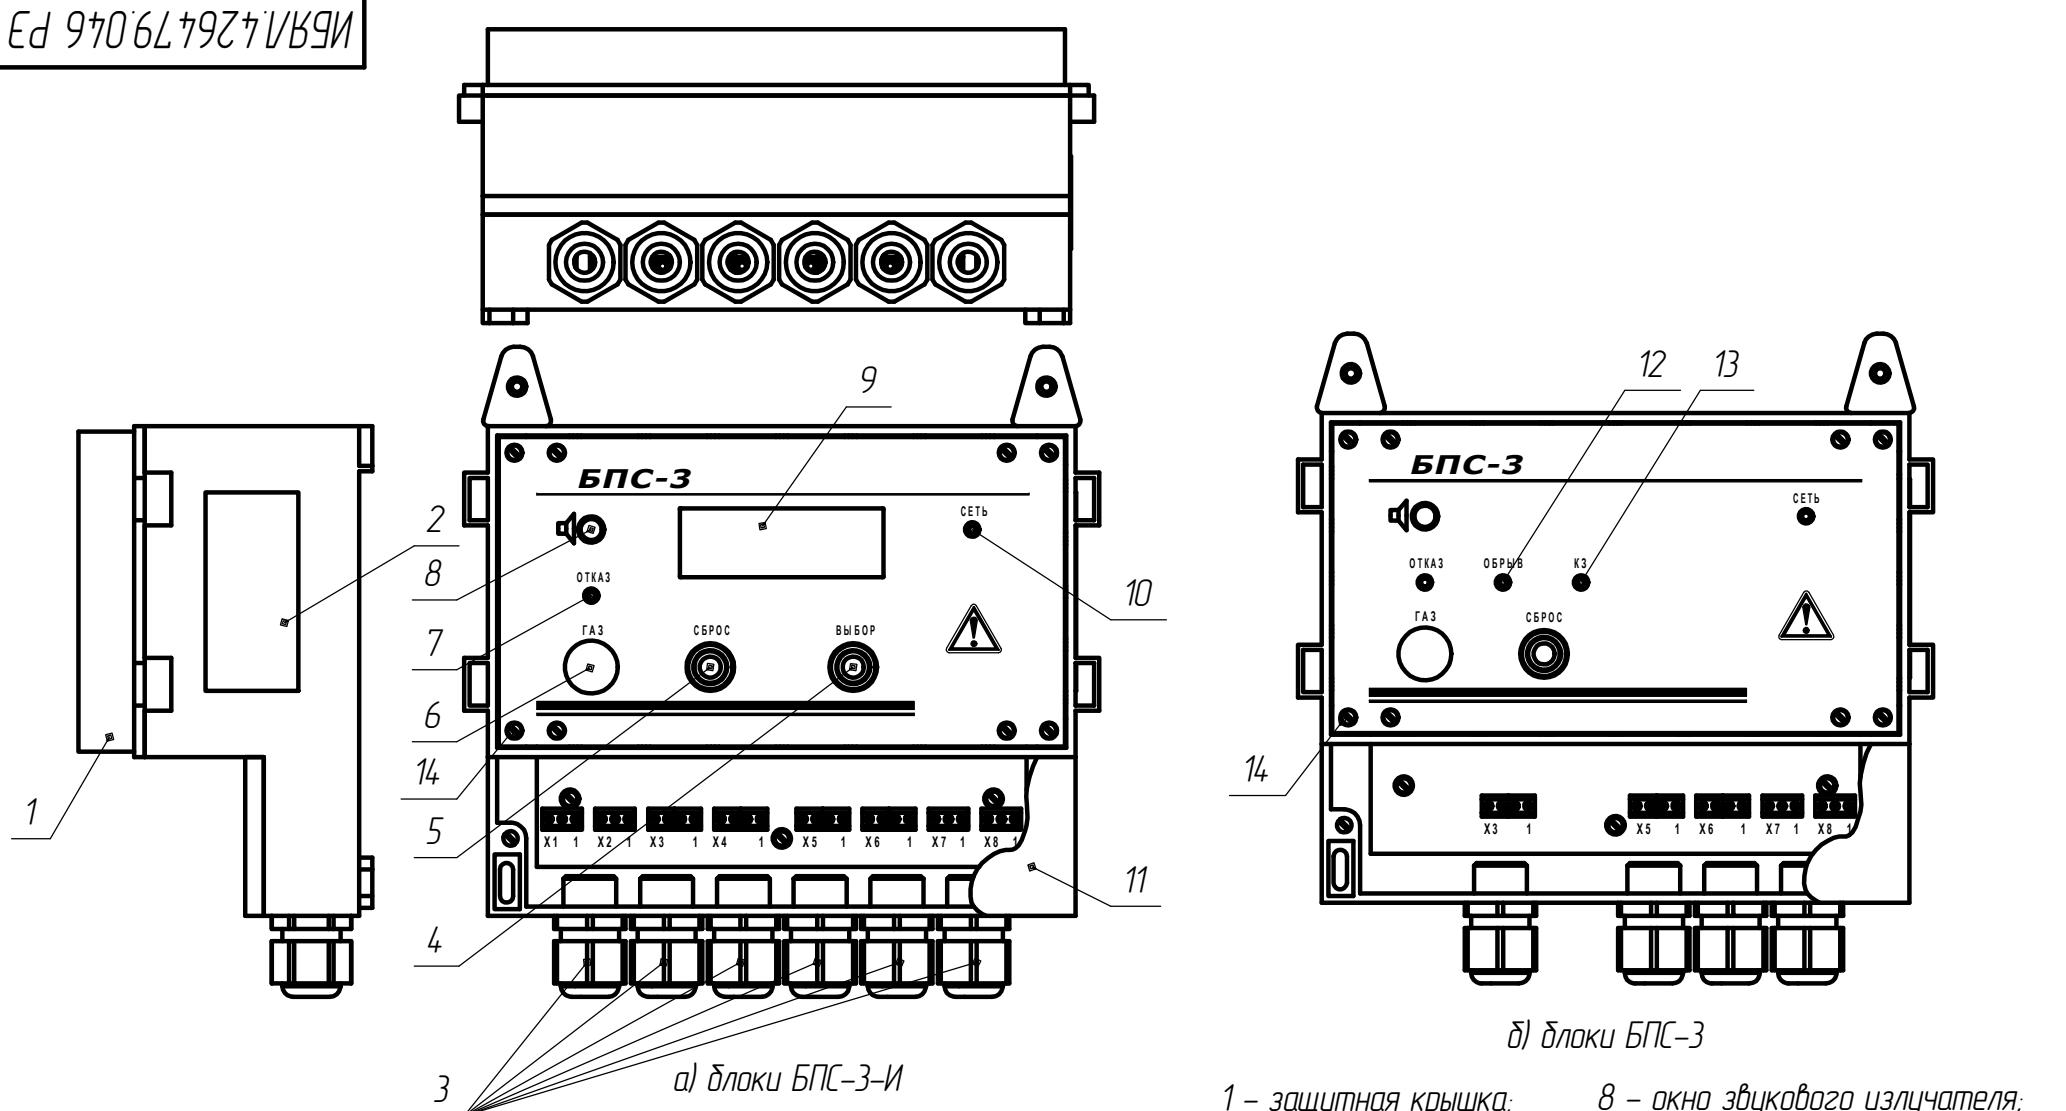

Рисунок 1.1 – Блоки питания и сигнализации БПС-З. Внешний вид
2.2.4 Произвести монтаж блоков согласно приложению А, используя для крепления на стене пластины, винты и дюбели, входящие в комплект монтажных частей. Подключение внешних цепей производить согласно приложению В или Г. Назначение клемм для подключения к блокам приведено с обратной стороны крышки (11) (см. рисунок 1.1).